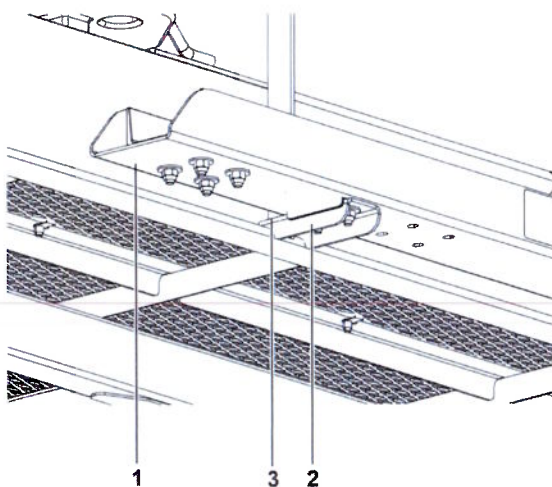

Figura 9-3
- 4) Fije el soporte del panel en el fondo del soporte del panel, con la parte delantera y el fondo del soporte en contacto con el tubo redondo de la plataforma, como se muestra en la Figura 9-3.
- 6) Ajuste el espacio entre el soporte del panel y el soporte utilizando la junta de ajuste y apriete con sujetadores, como se muestra en la Figura 9-3.